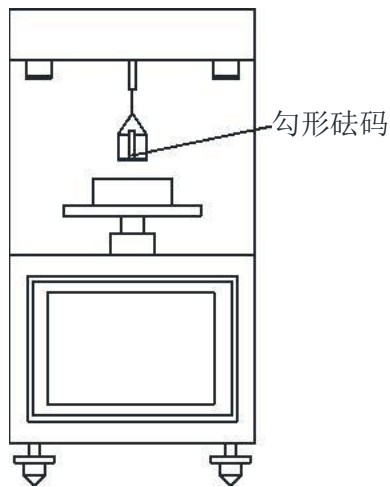

图4
1.2 点击“清零”按钮，按照图 4，将配套的 1.0g 钩形砝码挂到铂环上。砝码重量应显示 $1.000\text{g} \pm 0.010\text{g}$ ，如果砝码重量不对，请按“砝码标定”按钮进行重新标定。